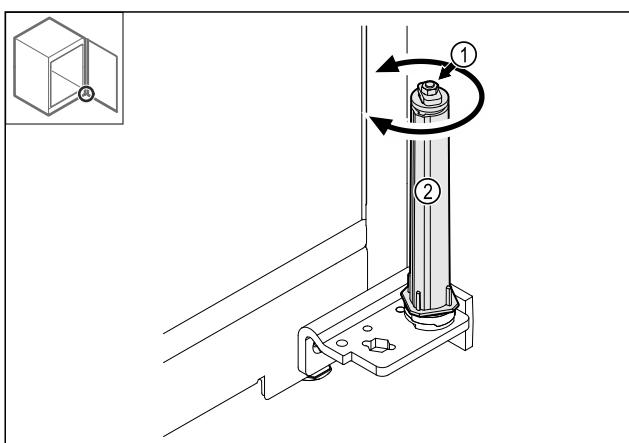

Fig. 40
- ▶ 切勿毁坏关门系统的螺旋接合点 Fig. 40 (1)。
- ▶ 转动关门系统 Fig. 40 (2)，直至听到咔嚓声。